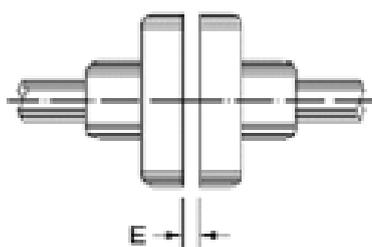

Рис. 4.13. Осевой зазор сцепления (E)
Тщательно отрегулируйте оба конца вала и по возможности используйте эластичную муфту, оставляя минимальный зазор (E) 3 мм между муфтами, как показано на Рис. 4.13.